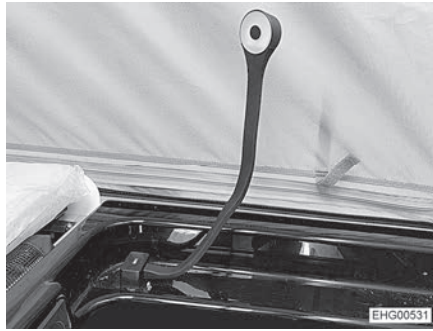
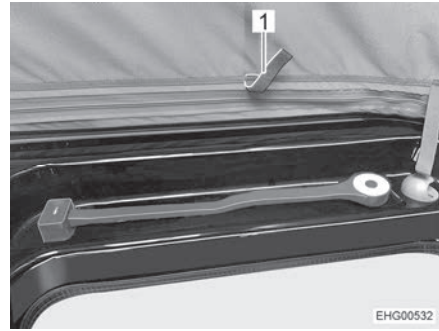

Fig. 65 Lampe col de cygne, position de fonctionnement
Fig. 66 Lampe col de cygne, position de transport
- Faire retourner la lampe col de cygne de la position de fonctionnement (Fig. 65) dans cette de transport (Fig. 66).
- Tirer la toile de tente vers l'intérieur par les pattes prévues à cet effet (Fig. 66,1).